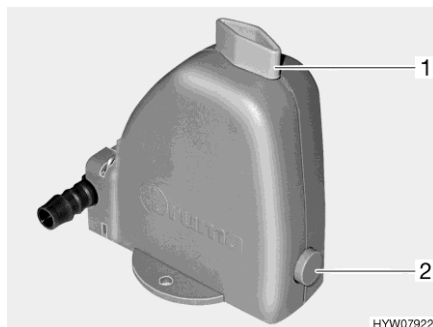

Bild 140 Säkerhets-/avtappningsventil
Värmesystemet är utrustat med en säkerhets-/avtappningsventil (Bild 140). Säkerhets-/avtappningsventilen gör så att vattnet i varmvattenberedningen inte fryser till is när det är frost och värmesystemet inte är påslagen.
- Stäng säkerhets-/avtappningsventilen. Ställ vredet (Bild 140,1) diagonalt mot säkerhets-/avtappningsventilen och tryck in tryckknappen (Bild 140,2).
- Öppna säkerhets-/avtappningsventilen. Vrid då vredet (Bild 140,1) mot säkerhets-/avtappningsventilen. Tryckknappen (Bild 140,2) skjuts ut. Nu töms varmvattentanken via säkerhets-/avtappningsventilen utomhus.